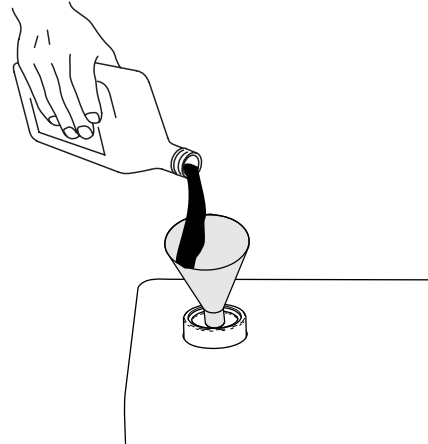

Bild 113
7. Liegt der Hydraulikölstand unter der unteren Markierung am Ölpeilstab, füllen Sie das angegebene Hydrauliköl nach (Bild 113). Wiederholen Sie die Schritte 4 bis 6, bis sich der Hydraulikölstand zwischen den beiden Markierungen auf dem Ölpeilstab abzeichnet.